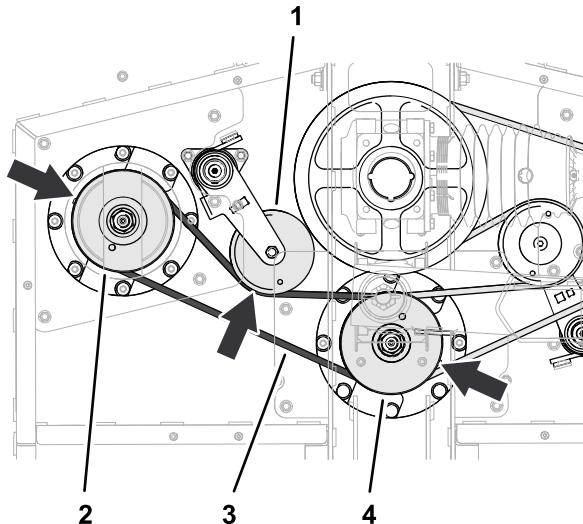

Figure 67
1. Acheminez la petite courroie autour de la poulie d' axe gauche et dans la gorge inférieure de la poulie d' axe central (Figure 67).
2. Au moyen d'une poignée articulée ou d'un outil similaire, faites tourner le tendeur dans le sens antihoraire et chaussez la courroie sur la poulie de tendeur (Figure 67).